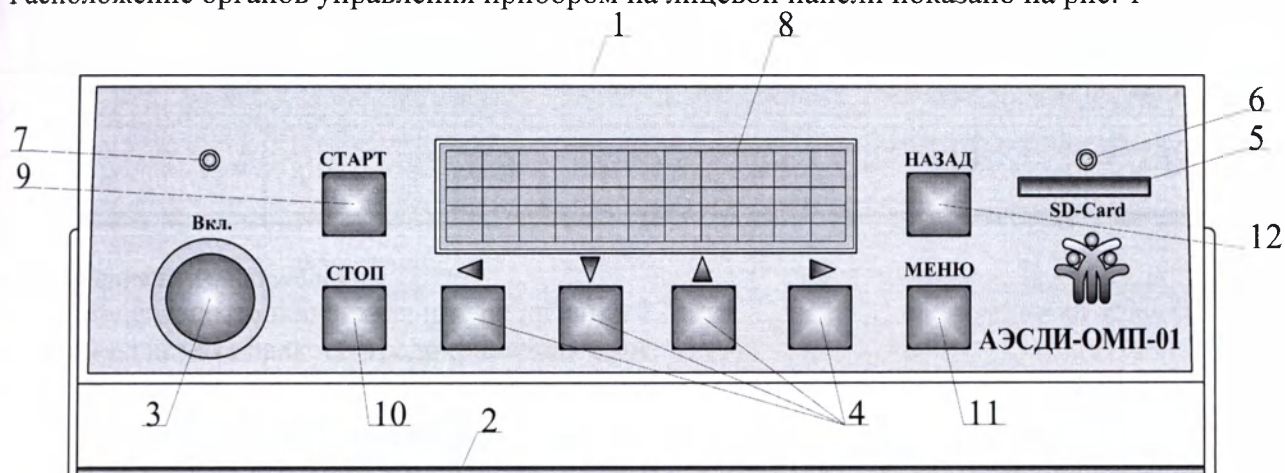

Рис.1 Лицевая панель прибора
Расположение органов управления прибором на лицевой панели показано на рис. 1
При включении прибора в диагностирующий или лечебный режим прибор переходит в режим ожидания введения данных о весе пациента для проведения автоматизированной процедуры, и ограничений объема закачиваемого воздуха / максимального давления в замкнутой пневматической системе. После нажатия кнопки «Старт» (см. рис.1) производится автоматическая коррекция датчика давления воздуха (4), включается компрессор (2), происходит рассчитанное по времени и регулируемое при изготовлении прибора вентилем (3) наполнение замкнутой системы воздухом. При этом на индикатор 8 (см. рис.1) выводятся цифровые значения текущего давления в системе и объем закачанного воздуха, а также отображается график нарастания давления. Нагнетание давления прекращается по достижению заданных с клавиатуры параметров, или по достижению расчетных для автоматизированной процедуры диагностики/лечения данных. *